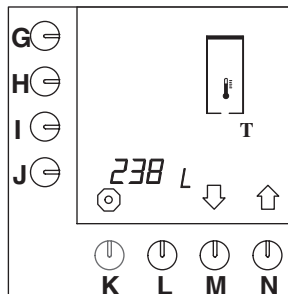

Abb. 29 Gesamtzählwerk für das Heißwassersystem
- Jetzt erscheint das Gesamtzählwerk im Display. Die Gesamtanzahl der Liter heißes Wasser, die während der Lebensdauer des Geräts aufgebraut wurden, kann im Display abgelesen werden (Abb. 29).